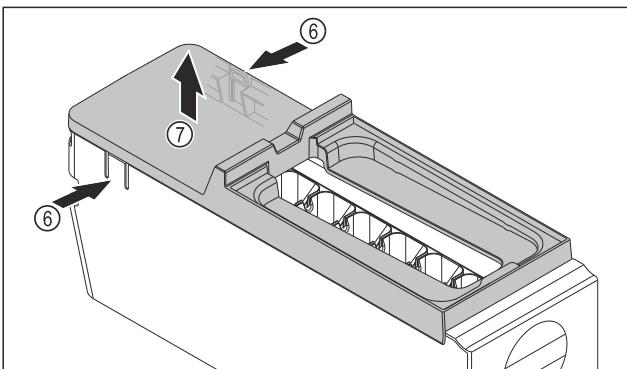

Fig. 142
- Abdeckung des EasyTwist-Ice-Körpers entnehmen: Laschen Fig. 142 (6) an den beiden Seiten des EasyTwist-Ice-Körpers mit einer Hand drücken.
- Abdeckung Fig. 142 (7) mit der anderen Hand nach oben entnehmen.